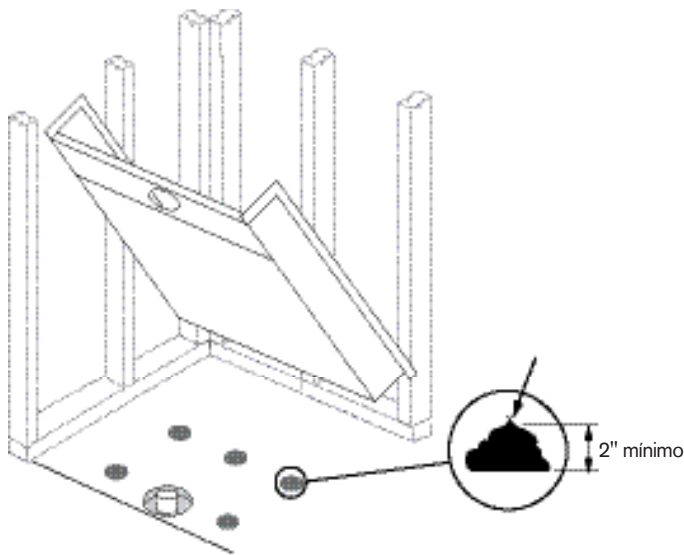

Figura 10
- 13 Coloque el plato en la cavidad y sosténgalo mientras aplica el lecho de lodo. Coloque porciones gruesas (mínimo 2" de alto) siguiendo el patrón que marcó en el piso. El lecho de lodo llenará el vacío para ayudar a soportar el plato. (Figura 10)